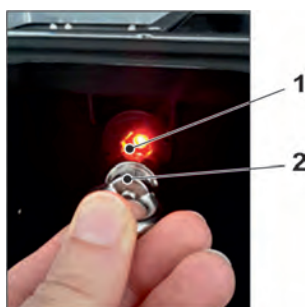

Fig. 29-22 Réveiller le NivuFlow Mobile
2. „Réveiller“ le NivuFlow Mobile: pour ce faire, utilisez l'aimant fourni (Fig. 29-22 n° 2) à positionner devant le contact Reed (Fig. 29-22 n° 1; à l'avant du NFM) jusqu'à ce que la LED s'allume.